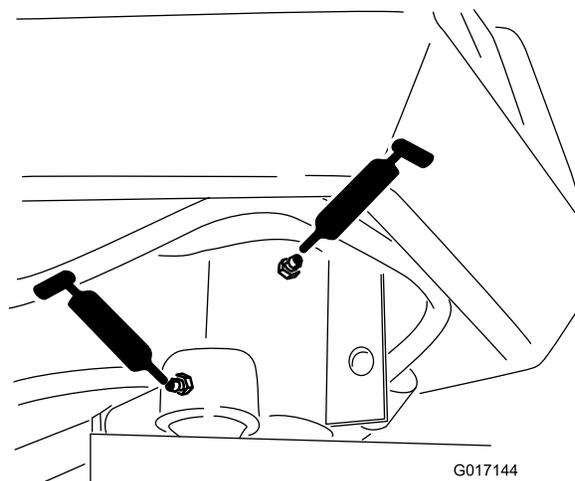

Figura 29
- Eixo da direção (1) (Figura 29)
- Extremidade da barra do cilindro da direção (Figura 29)